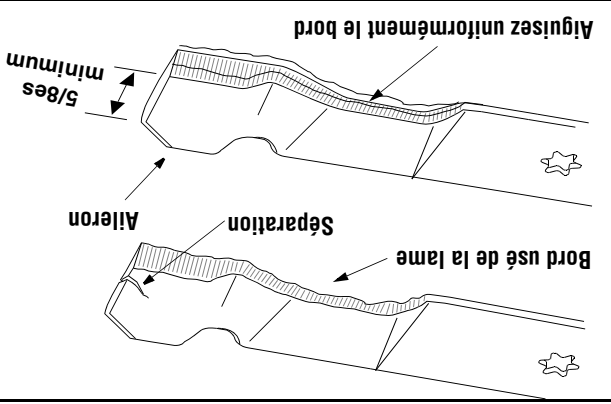

Figure 20
**IMPORTANT:** Pour aiguiser les lames, la même quantité de métal des deux extrémités des lames sur le côté tranchant. Voir la Figure 20. Aiguissez le bord tranchant sur toute sa longueur, parallèlement au bord arrière, soit à un angle de 25° à 30°.